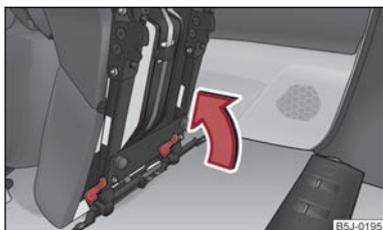

Abb. 41 Verriegelung des Sitzes
- Verriegeln Sie den Sitz am Ende der Führung ⇒ Abb. 41.
- Ist der Sitz ausgebaut, setzen Sie ihn zuerst auf die Führung und verriegeln Sie den Sitz ⇒ Abb. 41. Überzeugen Sie sich durch Hochziehen, ob der Sitz richtig verriegelt ist.